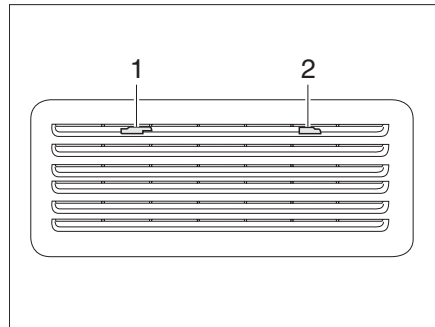
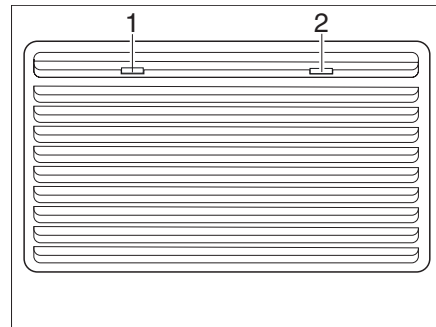

Bild 138 Kylskåpets ventilationsgaller (Thetford liten)
Bild 139 Kylskåpets ventilationsgaller (Thetford stor)
- Skjut spärrarna (Bild 138,1 och 2 resp. Bild 139,1 och 2) åt mitten.